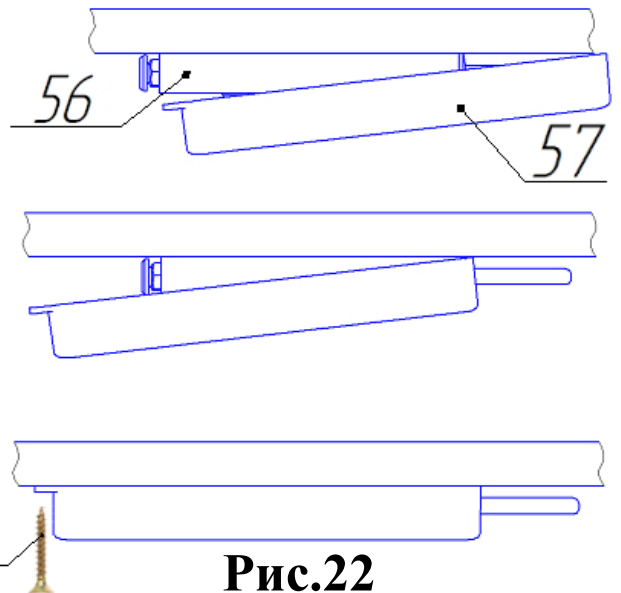

Рис.22
22. Надеть на толкатель поз.56 кожух толкателя поз.57 (см.рис.22). После установки кожуха толкателя поз.57, закрепить его с помощью самореза поз.61 в соответствии с рис.22.